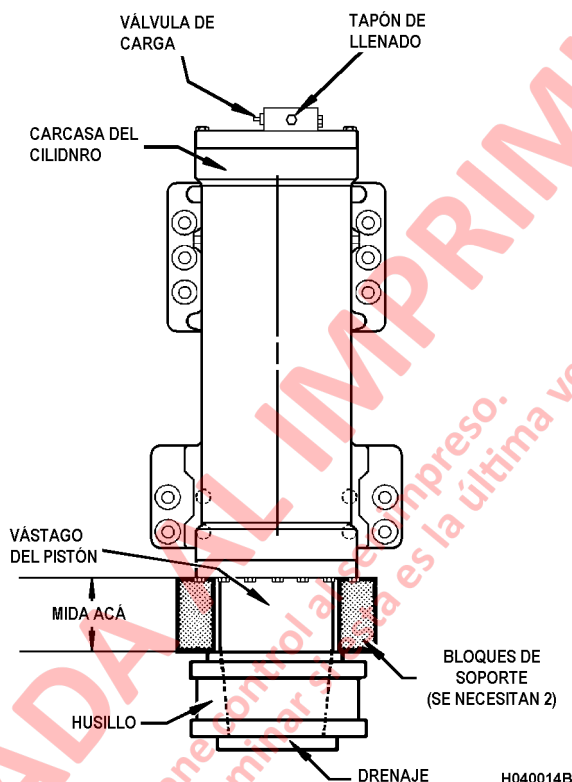

FIGURA 4-2. SUSPENSIÓN DELANTERA
Los bloques de soporte se pueden fabricar de diferentes formas. Se recomiendan materiales de acero dulce. Se pueden usar barras cuadradas o segmentos de tubería de al menos 25 mm (1 in). Los bloques deben tener la capacidad para soportar el peso del camión durante los procedimientos de llenado de aceite y gas, mientras evitan el contacto con las superficies cromadas y los sellos de la suspensión. Consulte la Figura 4-2 para ver la ubicación del bloque de soporte de la suspensión delantera y la Figura 4-4 para ver la ubicación del bloque de soporte de la suspensión trasera.
1. Coloque y fije los bloques de dimensión de nivel de llenado de aceite a 180° de distancia para proporcionar estabilidad (ver Figura 4-2). Cuando se libere la presión de nitrógeno, las suspensiones bajarán y descansarán sobre los bloques. Asegúrese de que los bloques no dañen o rasguñen las superficies cromadas de los pistones ni dañen los sellos raspadores en el retenedor del rodamiento inferior. Los bloques de soporte se deben asentar en el husillo y la carcasa del cilindro.
4. Desmonte el tapón de llenado superior junto a la válvula de carga (consulte la Figura 4-2).
7. Para colocar el camión sobre los bloques de carga, abra la válvula de entrada (4) hasta que la presión descienda bajo la presión que se indica en la tabla siguiente en la Figura 4-2, luego cierre la válvula.
8. Instale la manguera central en el múltiple (6).
9. Cargue las suspensiones a la presión indicada en la Figura 4-2. NO use una sobrecarga de nitrógeno para despegar las suspensiones de los bloques de carga.